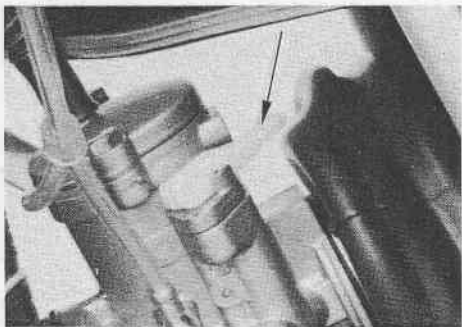

Fig. 8 - Starter
- se il motore è freddo sollevare la leva dello starter sul carburatore (Fig. 8)